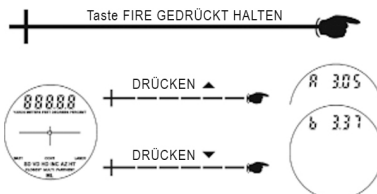

Abbildung 9
- Drücken Sie , um die Haupt-Firmware-Revisionsnummer anzuzeigen. Die Anzeige sollte in etwa dem Beispiel unten entsprechen. Ganz links muss immer ein ‚A‘ erscheinen; die restlichen drei Stellen sind die Haupt-Firmware-Revisionsnummer (3.05 in Abbildung 9).
- Drücken Sie , um die Zusatz-Firmware-Revisionsnummer anzuzeigen. Die Anzeige sollte in etwa dem Beispiel oben entsprechen. Ganz links muss immer ein ‚b‘ erscheinen; die restlichen drei Stellen sind die Zusatz-Firmware-Revisionsnummer (3.37 in Abb. 9).